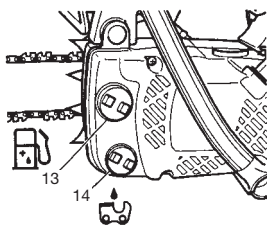

Fig. 8
⚠ ATENCIÓN! (Fig. 8)
Aceite para la cadena (Fig. 8)
Al cargar el combustible (13) o el aceite para la cadena (14) en el tanque, deberá colocarse la unidad con la tapa hacia arriba. (Fig. 8)